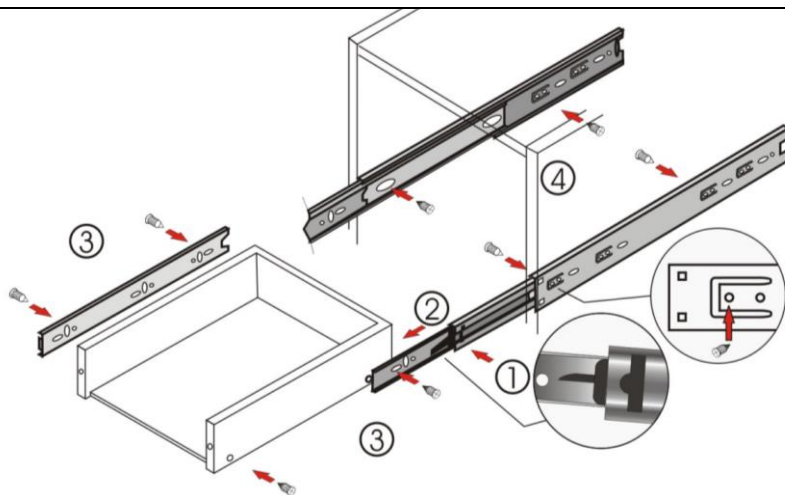

Рис. 4
1. Разъедините телескопический механизм шариковой направляющей, нажав на рычаг (рис.4).